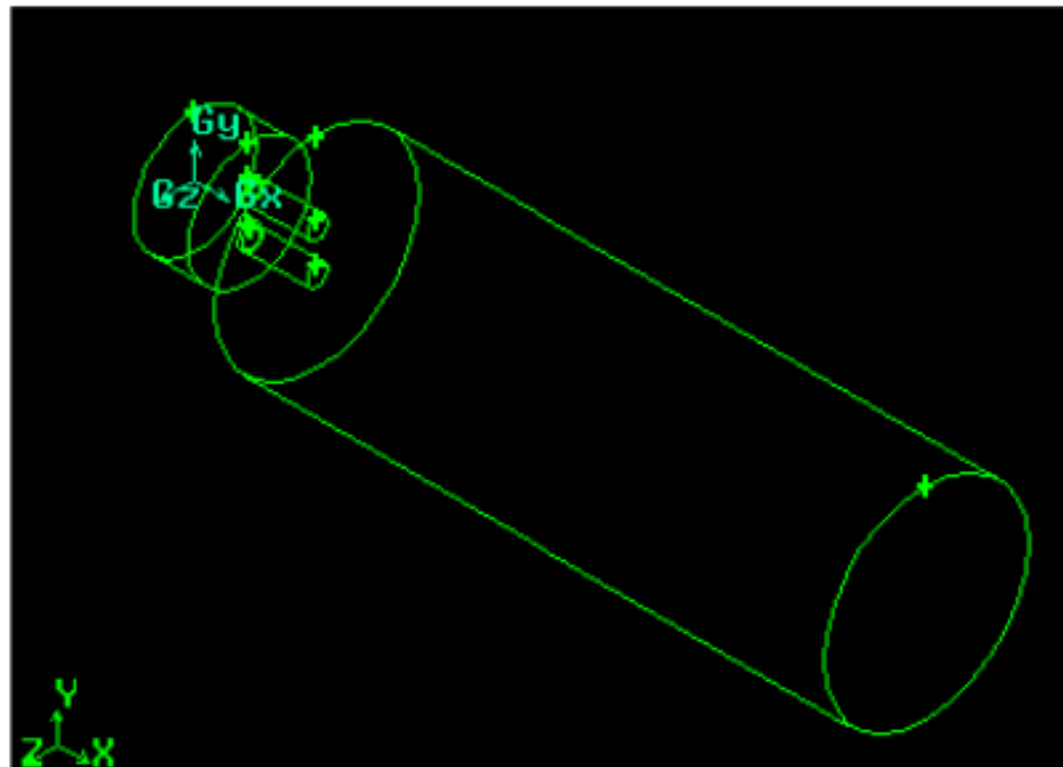

图 13
5. 创建一个直径 60mm，高 180mm 的圆柱，将其沿 X 轴移动 36mm（图 13）。